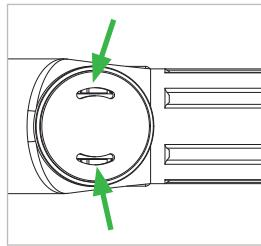

Figure 19
▶ Retirez le capuchon avec logo (pos. 2) manuellement et vaporisez un peu de lubrifiant avec le petit tube une ou deux fois à gauche et à droite dans les ouvertures (*Figure 19*). Ensuite remontez le capuchon avec logo (pos. 2). Il doit émettre un clic à l'enclenchement.